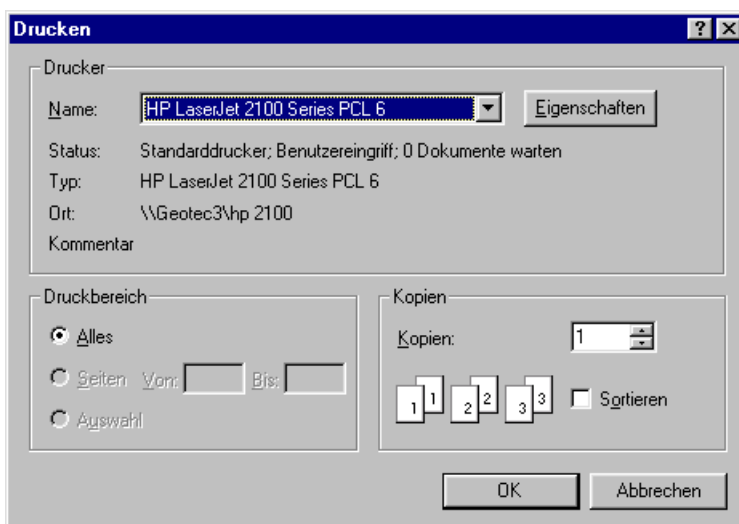

Bild 1-47 Dialogfeld "Drucken"
- Wählen Sie "Drucken" aus dem "Datei"-Menü im Fenster von *ELPLA-Graphik* oder *ELPLA-Schnitte*. Das folgende Dialogfeld "Drucken" im Bild 1-47 erscheint